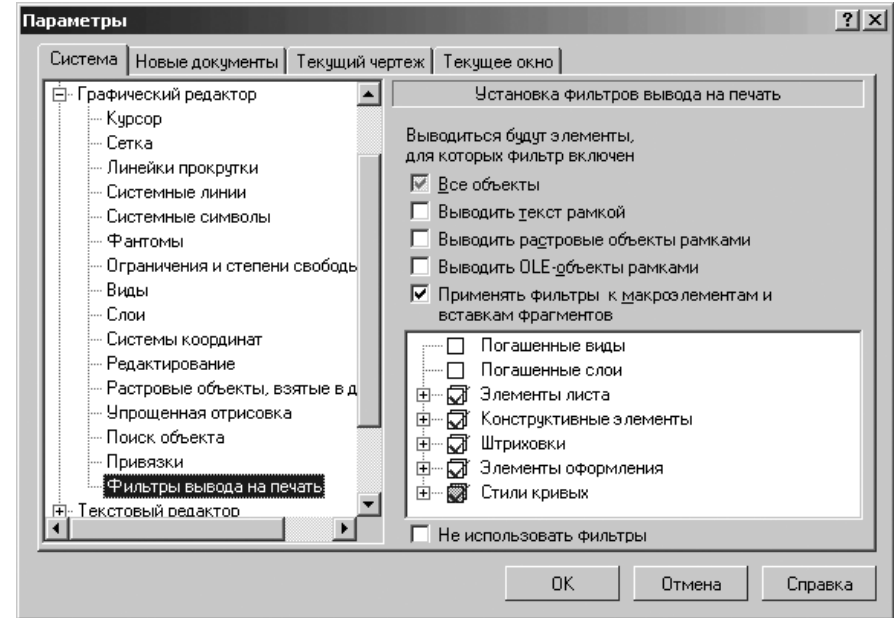

Рис. 9.34. Диалоговое окно **Параметры** с открытой вкладкой **Система** и открытой панелью **Установка фильтров вывода на печать**
- щелкните по пункту **Фильтры вывода на печать**. Откроется в правой части диалогового окна панель **Установка фильтров вывода на печать** (рис. 9.34).